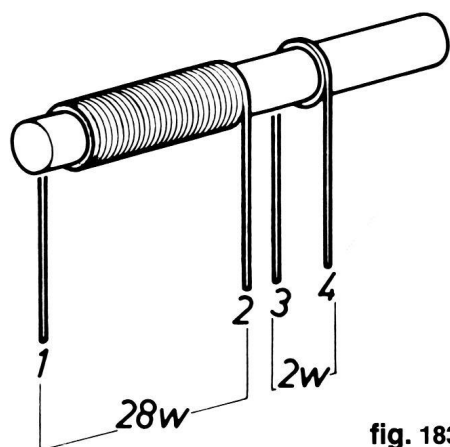

fig. 183
Med det apparatet du nettop har bygget, kan du ta imot sendinger fra stasjoner som sender i mellombølgebåndet (MB), dvs. på en frekvens som ligger mellom 510 og 1605 kHz. Det finnes imidlertid også en rekke interessante sendere i området mellom 1700 og 5100 kHz. For å kunne ta imot disse, må du lage en ekstra spole. Ta derfor bort antennespolen for MB fra ferritstaven. Vikle deretter 28 omganger med isolert tråd, tett rundt staven. Like ved siden av denne spolen vikler du enda en spole, med 2 omganger. Tallene som markerer tilkoplingene på fig. 183, tilsvarer de tallene som markerer MB-spolens tilkoplinger på koplingsplan 5.02. Kople den nye spolens til de samme klemmene som du tidligere brukte til MB-spolen. Dersom det høres en pipetone, må du bytte om ledningene 3 og 4. Hvis du ikke tilfeldigvis bor ved kysten, vil det være nødvendig med en ute-antenne. Glem ikke å vikle spolen rundt ferritstaven. Hvis alt er klart, kan du nå ved hjelp av den store skalaknappen, langsomt og forsiktig, lete frem en sender. Med en god antenne kan du faktisk ta inn mange stasjoner med denne mottakeren.